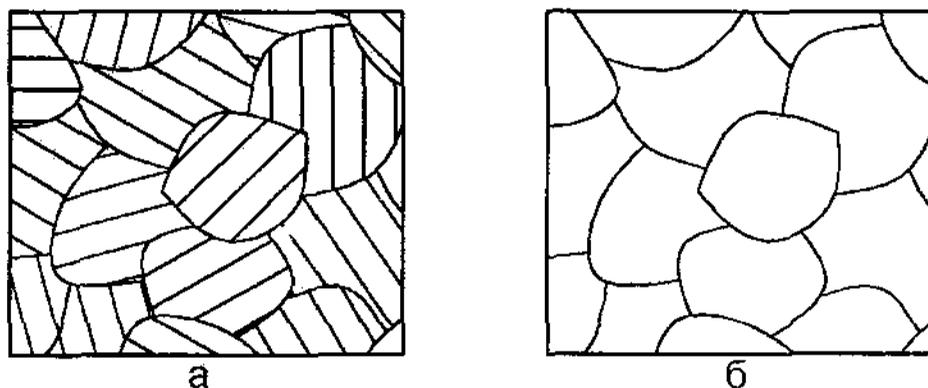

Рисунок 1.2 - Структура:
**Механическая смесь** – это такая структура сплава, в которой зерна одного металла (одной фазы) располагаются среди зерен другого металла (другой фазы) и могут быть различимыми под микроскопом (рис. 1.2, а). Каждая составляющая механической смеси сохраняет свою кристаллическую решетку и индивидуальные свойства.
**Твердый раствор** – это такая структура сплава, которая образуется, если компоненты сплава способны к взаимному растворению. У таких сплавов атомы растворимого элемента располагаются в кристаллической решетке растворителя. Под микроскопом наблюдаются зерна только одного вида (рисунок 1.2, б).